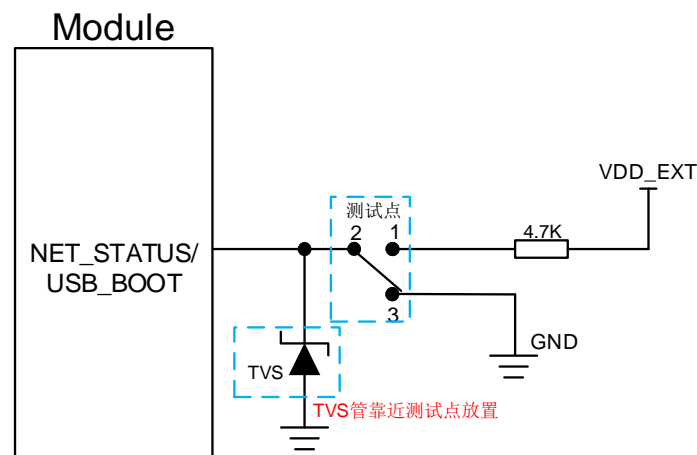

图 30: USB_BOOT 接口参考设计电路
2. 使用 MCU 控制模块进入紧急下载模式时需按照如上时序图进行控制，手动紧急下载方式按照图 30 所示短接测试点即可。